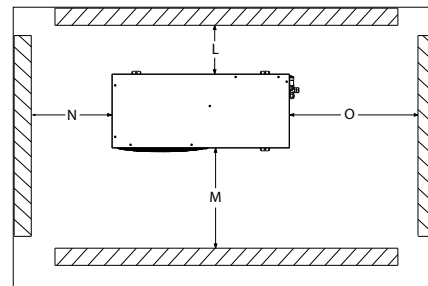

Ilustración 1: Distancias de montaje mínimas
- Asegúrese de que exista espacio suficiente alrededor de la unidad para permitir la circulación del aire y la apertura de las puertas. Consulte la ilustración 1 para conocer las distancias mínimas con respecto a las paredes.